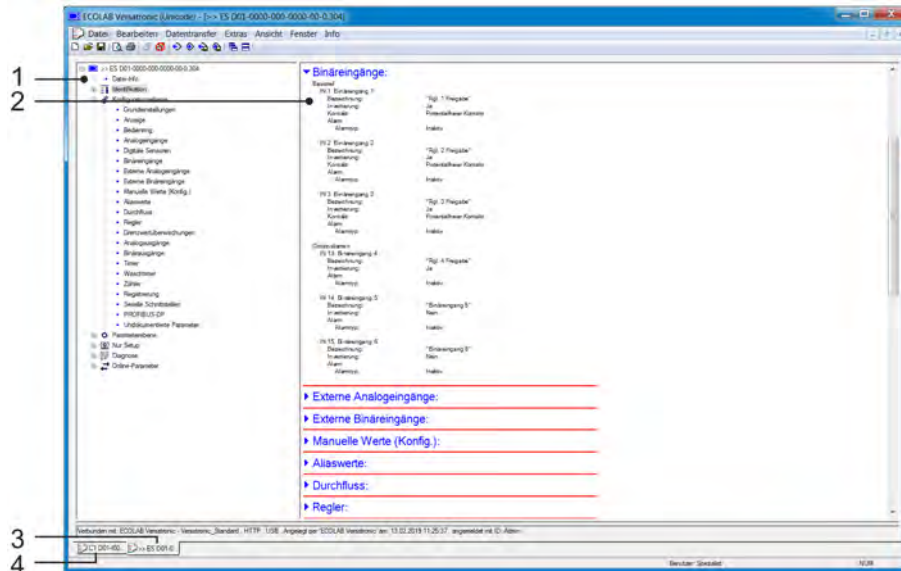

Abb. 105: Setup-Datei bearbeiten
1. ► Mauszeiger zwischen zwei Symbolgruppen positionieren (siehe Abb. 105 .)